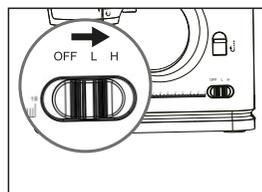

Fig.9
6. Coloque el interruptor de encendido en la posición de velocidad baja o alta y la máquina empezará a coser automáticamente. Recomendamos la velocidad baja para principiantes (Fig. 9).